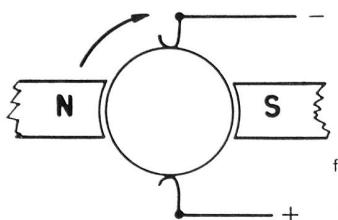
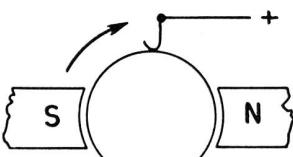

fig. 135
fig. 136
- On peut changer le sens de rotation d'un moteur continu en changeant le sens du courant dans l'induit (fig. 135), ou en changeant le sens de la polarité des inducteurs (fig. 136).